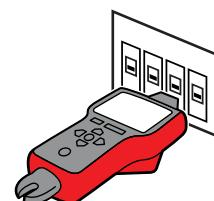

Figura 3.5b
3. Fase 1 - ① **SCANSIONE**
- a) L'unità si avvierà automaticamente in modalità 1 <logo> SCAN (Scansione), come mostrato nella Figura 3.5b.